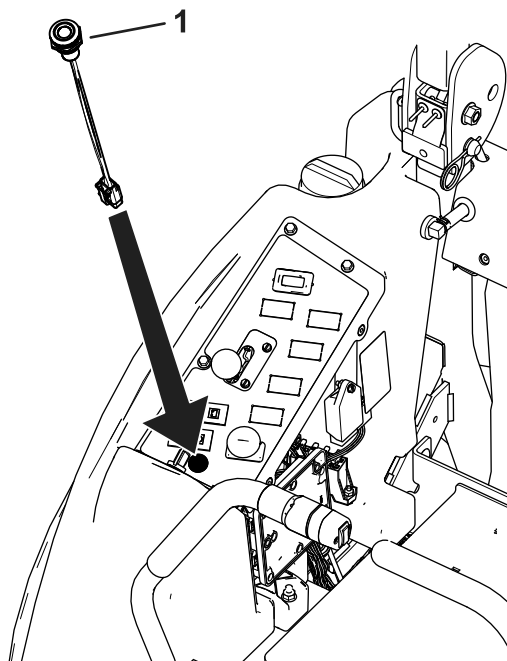

Bild 7
13. Befestigen Sie die Lampe an der Oberseite der Konsole (Bild 7).